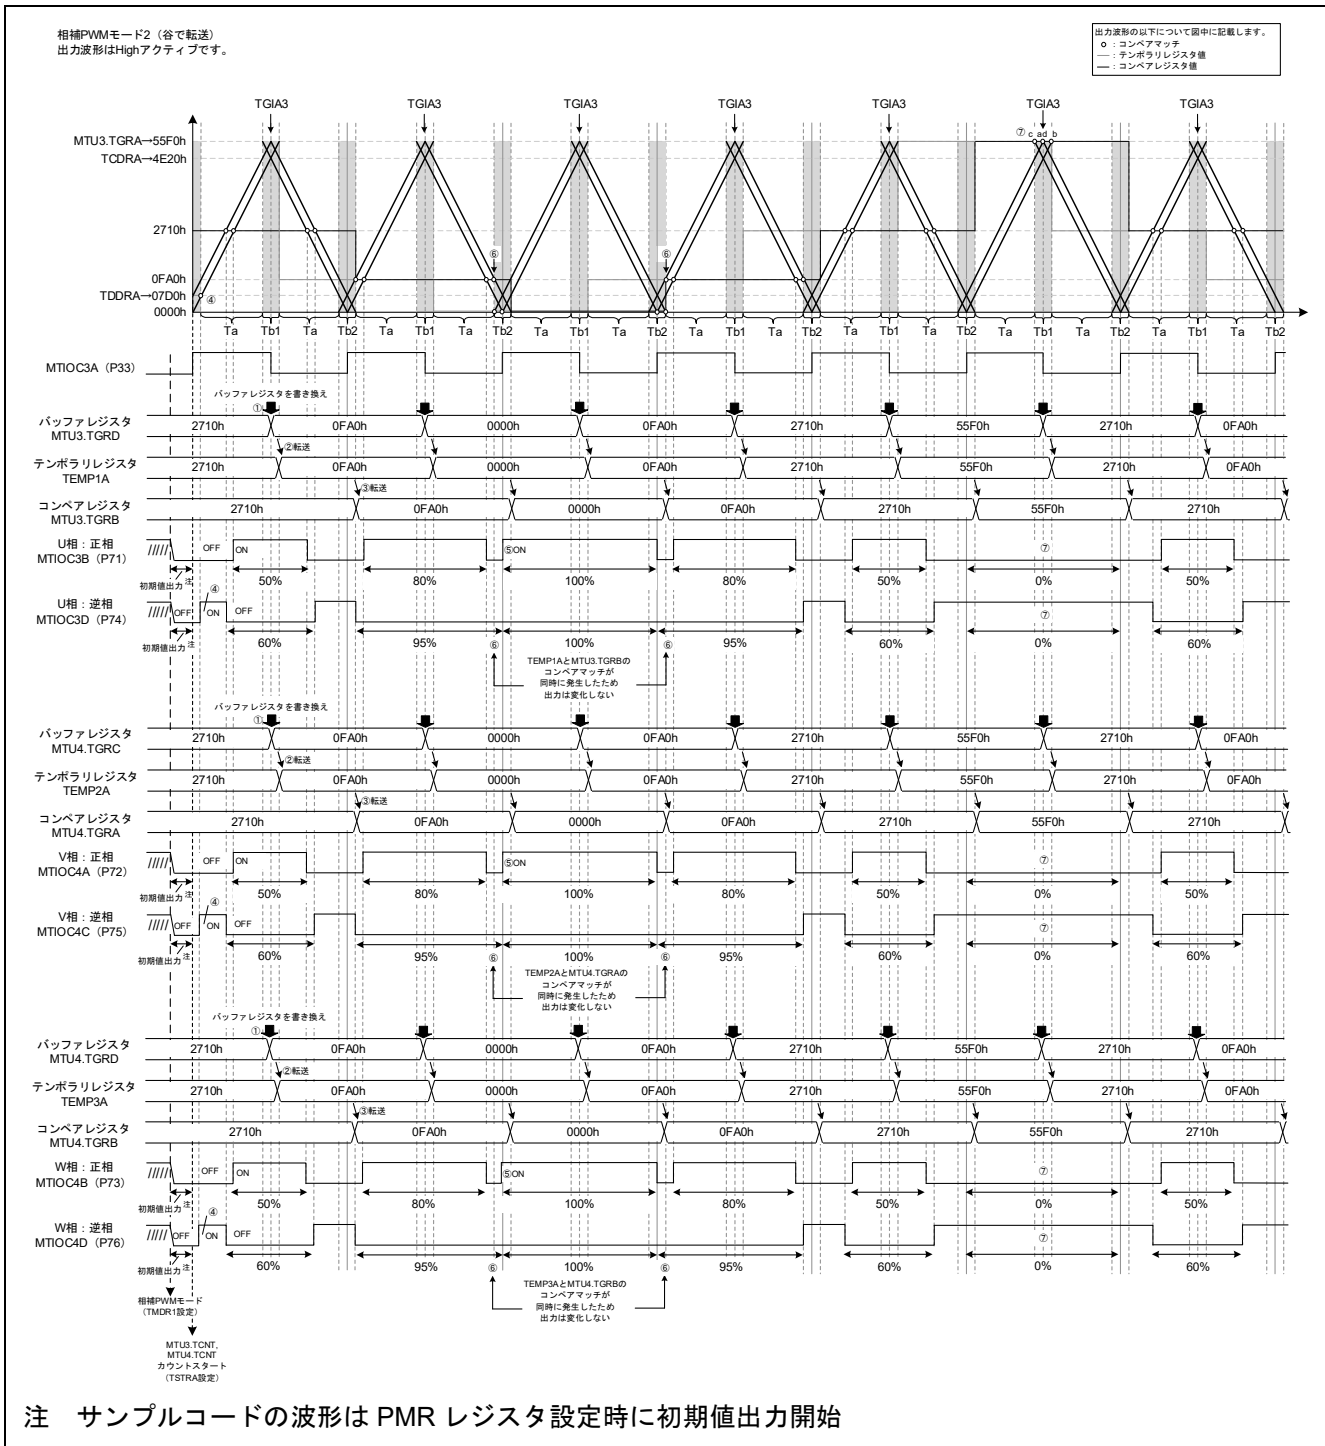

図 3-100 サンプルコードの動作
— バッファレジスタ初期値は図 3-100 を参照
— デューティの変更タイミングの詳細は図 3-100 を参照
本サンプルコードの動作を図 3-100 に示します。周期ごとにデューティの設定を変更するため、MTU3.TCNT の上限値を設定しているレジスタ MTU3.TGRA のコンペアマッチ割り込み (TGIA3) で、バッファレジスタ (MTU3.TGRD、MTU4.TGRC、MTU4.TGRD) の値を書き換えます (図 3-100 ①)。
バッファレジスタの書き換えは最後に MTU4.TGRD を書き込むことにより、バッファレジスタからテンポラリレジスタへのデータ転送が許可されます。Ta 区間で MTU4.TGRD の書き込みを行った場合は、バッファレジスタに書き込まれたデータはすぐにテンポラリレジスタに転送されますが、本サンプルコードでは、Tb1 区間に MTU4.TGRD の書き込みを行っているため Tb1 区間終了後にテンポラリレジスタへ転送されます (図 3-100 ②)。
本サンプルコードは谷で転送を行う相補 PWM モード 2 を使用しているため、コンペアレジスタは、Tb2 区間の最後 (図 3-100 ③) にテンポラリレジスタから転送されることにより、データを更新しています。
初期出力は、TOCR2A の OLS1P、OLS1N、OLS2P、OLS2N、OLS3P、OLS3N ビットの設定に従い、正相出力、逆相出力ともに OFF になります。MTU3.TMDR1 で相補 PWM モードを設定してから MTU4.TCNT が TDDRA レジスタ値より大きくなるまで出力されます (図 3-100 ④)。
Tb2 区間にコンペアレジスタとテンポラリレジスタが有効となり、正相はテンポラリレジスタとカウンタレジスタとのコンペアマッチが発生し ON になります (図 3-100 ⑤)。逆相では、両方のコンペアマッチが発生し出力 OFF は変化しないため、前の周期から Low を保持します (図 3-100 ⑥)。
以下に示すコンペアマッチ a, b, c, d が発生しますが、波形は変化しません。前の周期から正相は Low を、逆相は High を保持します (図 3-100 ⑦)。